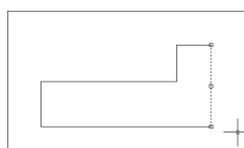

图 15-50 选取一条线段
- (2) 直接在命令行输入 **pedit**, 然后选取任何一条线段, 如图 15-50 所示。